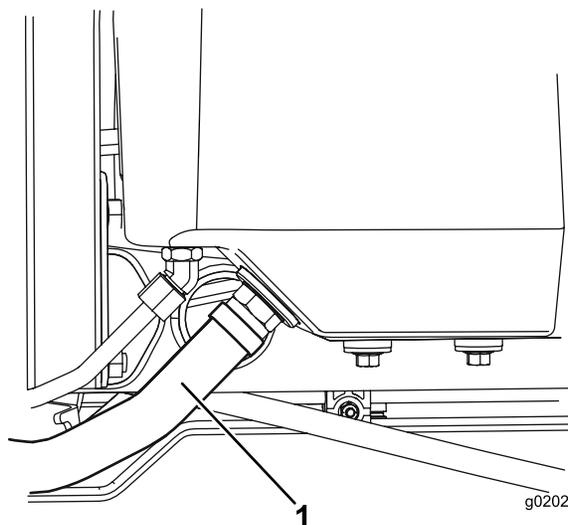

Bild 77
2. Schließen Sie den großen Hydraulikschlauch (Bild 77) vom Behälter ab und lassen das Hydrauliköl in eine Auffangwanne ablaufen.